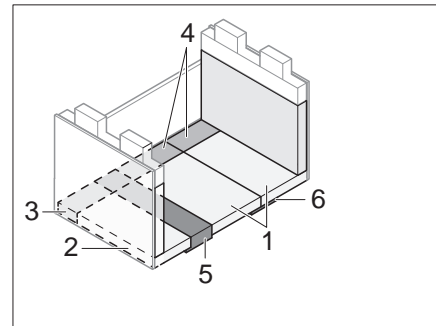

Bild 156 Nach dem Umbau
- Sitz-, Rücken- und Zusatzpolster wie in Bild 156 gezeigt auflegen.
- ▷ Um einen höheren Liegekomfort zu erreichen, kann die Polster-Beilage aus dem Rückenpolster (Bild 156,2) entfernt werden.